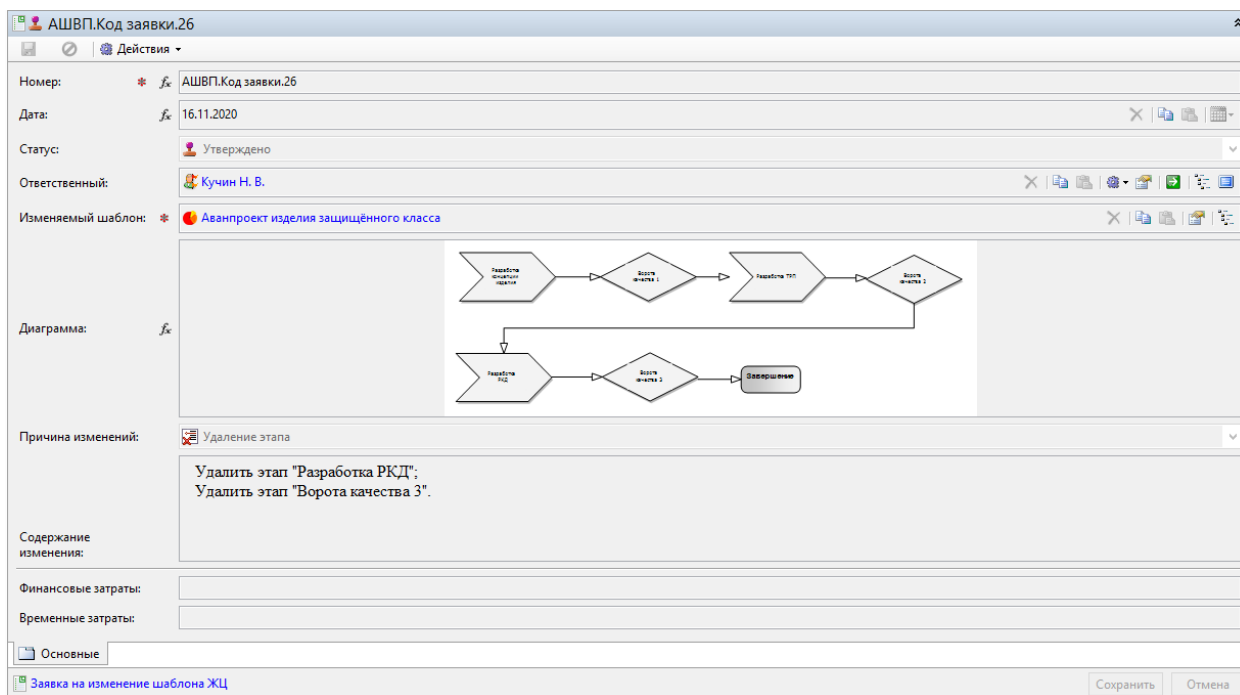

Рисунок 233 — Согласованная заявка на изменение ШЖЦ
- после того, как заявка на изменение ШЖЦ согласована, заявка получает статус «Утверждено» и закрыта для редактирования (Рисунок 233).